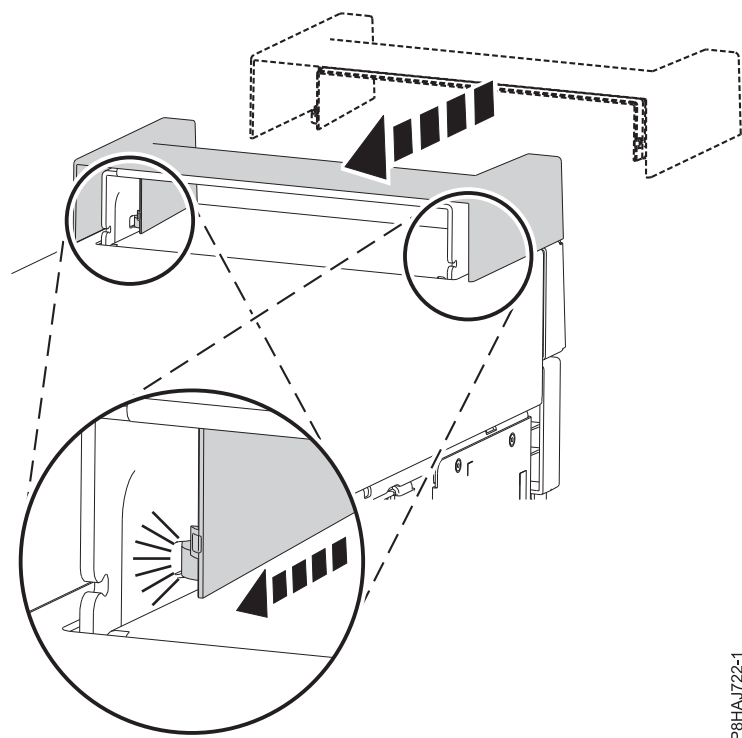

Figura 37. Protegendo a tampa da alça em um sistema 8286-41A independente
1. Proteja a tampa da alça da estação de acoplamento RDX interna (FC EUA3) arrastando-a para a parte traseira do sistema. Consulte o Figura 37.